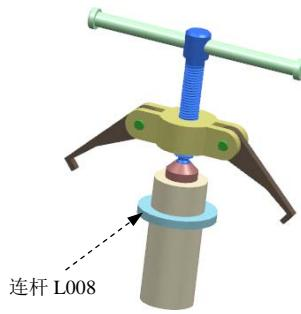

图 10.6.5 定义连杆 (四)
(5) 定义连杆 L008。取消选中  固定连杆 复选框，选取图 10.6.5 所示的零件为连杆 L008，在“连杆”对话框中单击  按钮，完成所有连杆的定义。